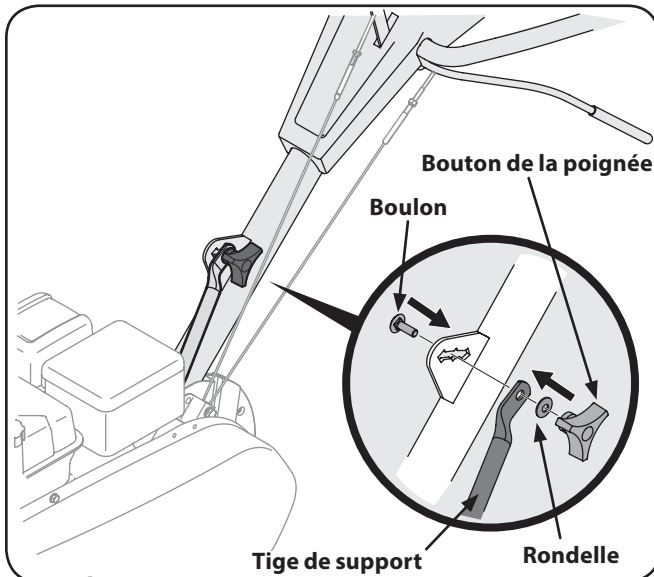

Figure 3-4
- Fixez le support de la colonne de la poignée, puis serrez bien le boulon. Voir Figure 3-4.
- Placez le boulon de carrosserie dans le support soudé de la poignée, dans la rondelle Belleville, dans la tige de support de la poignée, puis dans le bouton de la poignée. Voir Figure 3-4.
- Placez la poignée dans une des trois encoches sur le support soudé et serrez le bouton de la poignée pour fixer la poignée dans la position désirée. Voir Figure 3-4. Serrez bien le boulon de la partie inférieure de la colonne de la poignée.